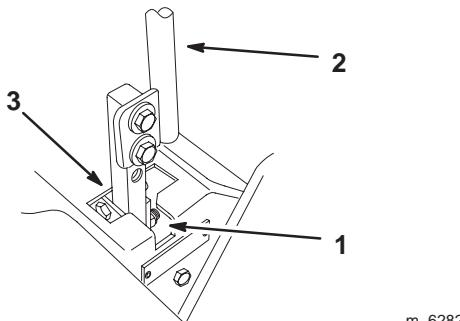

Figure 56
- Vérifiez la position du levier par rapport au cran de la console (Fig. 56). Il doit être centré de façon à pouvoir pivoter vers l'extérieur jusqu'à la position de verrouillage du point mort.
- Appliquez une légère pression à l'arrière du levier, tournez la tête du boulon de réglage dans le sens voulu pour centrer le levier à la position de verrouillage du point mort (Fig. 56).